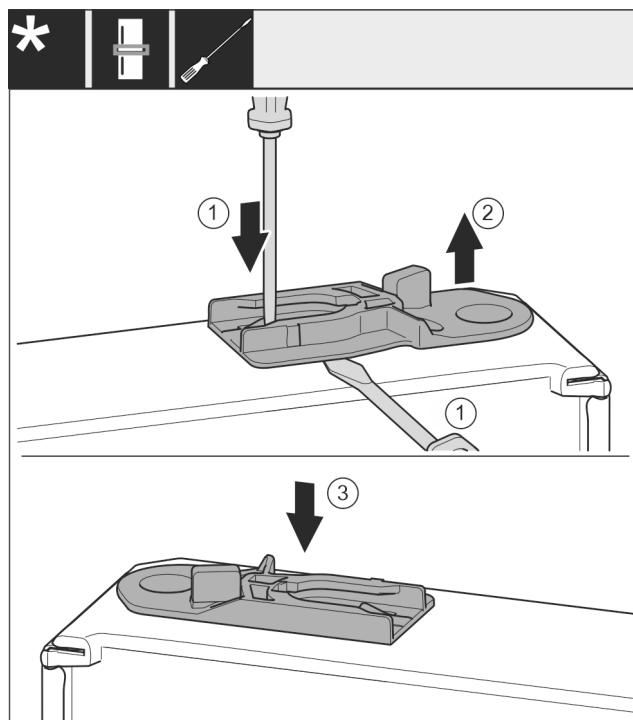

Fig. 48 *
- Vytáhněte vodící pouzdro: Stiskněte jazyček Fig. 48 (1) šroubovákem a současně plochým šroubovákem zajedťte pod vodící pouzdro Fig. 48 (2).*
- Vodící pouzdro Fig. 48 (3) přiložené v příslušenství zasuňte na druhé straně pláště.*